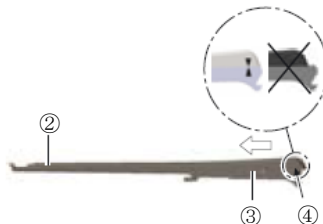

図 3
- (2) ボールスラスト④が正しい位置になるまでスライド部②を矢印の方向へ動かす（図 3）。刻印コード（4 桁）が同じスライド部②とメイン部③が対になって組み立てられている事を確認する。